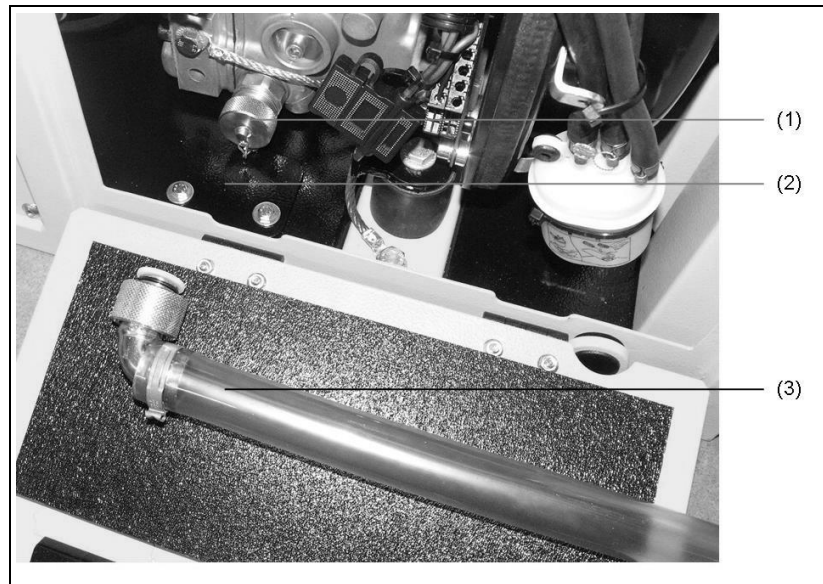

Abb. 5-1: Öl ablassen
2. Demontieren Sie das Blech für den Ölablass (*siehe Abb. 5-1-(2)*)
3. Führen Sie den Ablassschlauch (*siehe siehe Abb. 5-1-(3)*) durch die Öffnung im Rahmen und stellen Sie einen Ölauffangbehälter bereit.
4. Drehen Sie die Kappe am Ölablassventil des Motors (*siehe Abb. 5-1-(1)*) herunter.